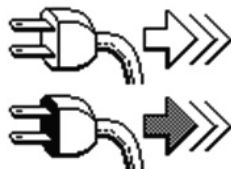

Figure 19
- Débranchez le cordon de charge (si nécessaire) (Figure 19). Si le cordon est toujours branché, un rappel s'affichera sur le VCM lorsque l'interrupteur à clé est activé.